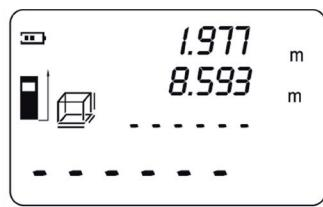

Abb. 13
- Die Read-Taste erneut betätigen, um die Breite in der zweiten Zeile des Displays anzuzeigen. Die Zeile für die Höhe im -Symbol beginnt zu blinken (Abb. 13).